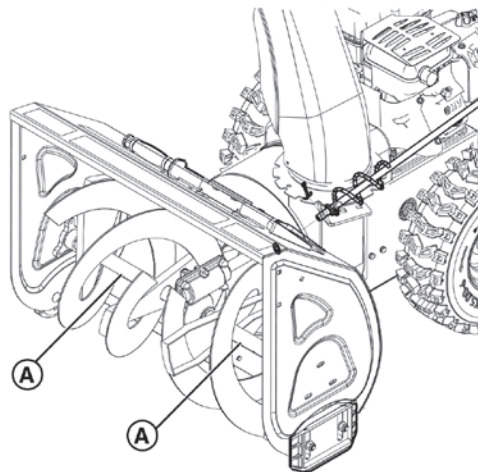

Рис. 23
2. Смажьте узел вала шнека (А, Рис. 23) смазкой в точках смазки (при наличии).